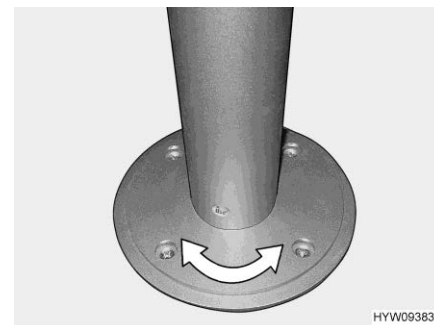

Fig. 133 Piede del tavolo a colonna (girevole) (a seconda del modello)
- Ruotare il piano del tavolo nella posizione desiderata. A tale scopo occorre esercitare abbastanza forza, poiché il piano del tavolo ruota incontrando resistenza di attrito sul piede del tavolo a colonna (Fig. 133).